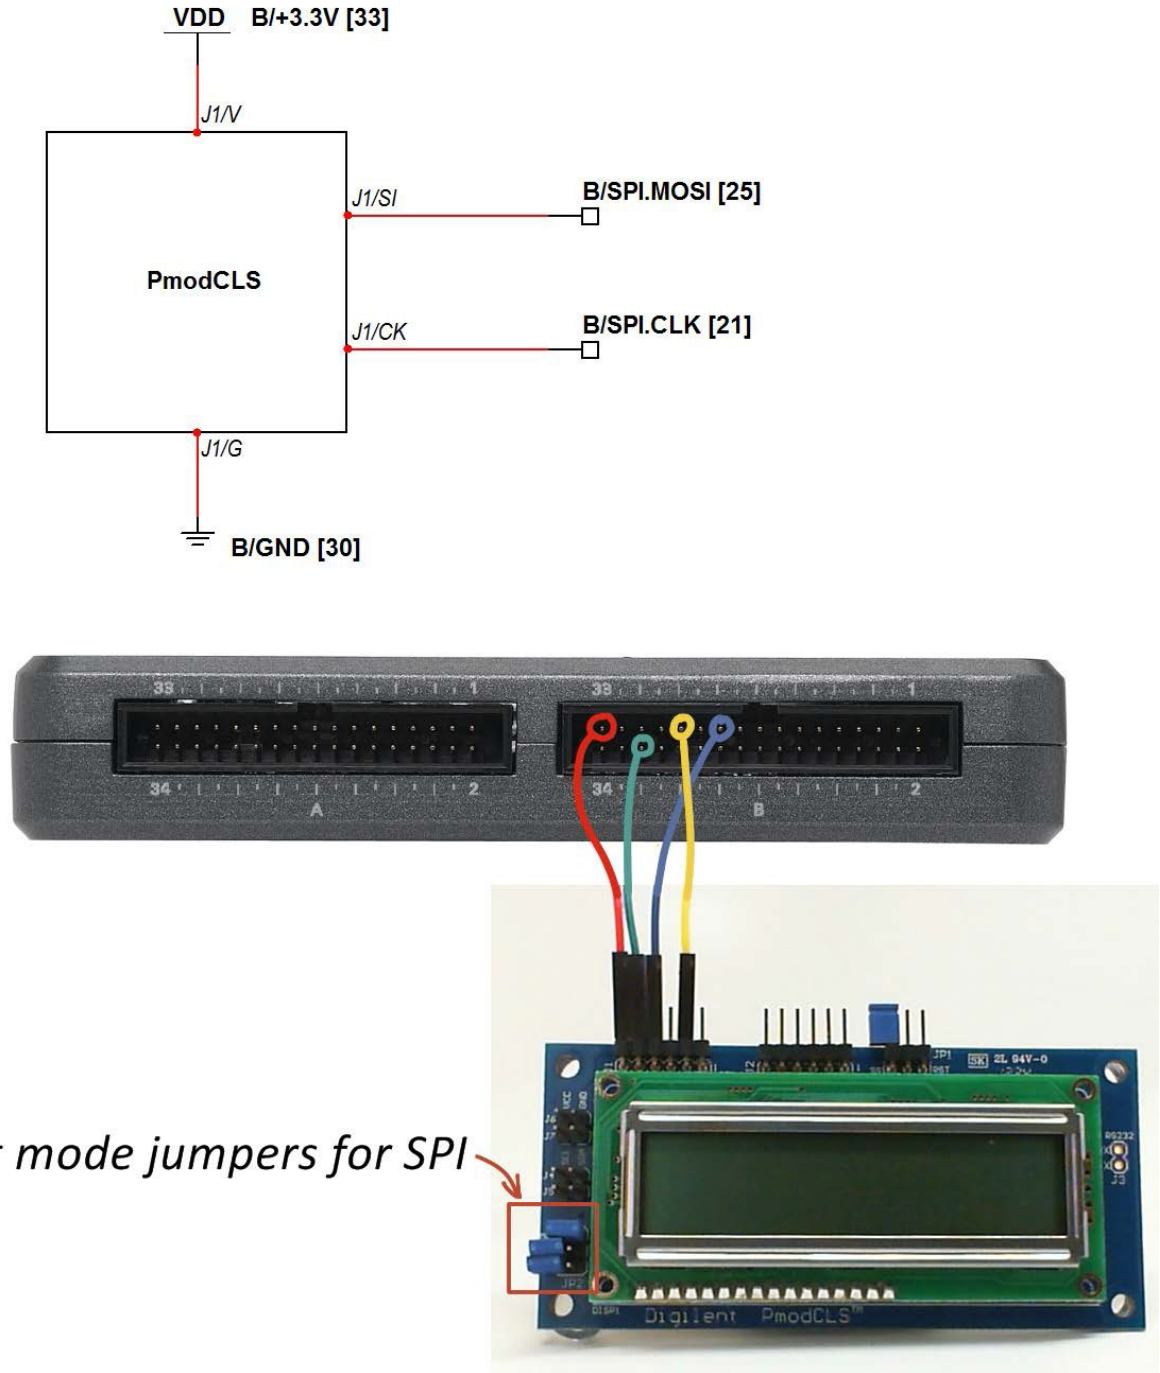

图 27.2: 连接到 NI myRIO MXP 连接器 B 的液晶字符显示屏的接线演示。请记得如图所示为 SPI 串行通信设置模式跳线。
建立接口电路: 请参阅下一页的图 27.2 显示的电路图；液晶字符显示屏需要四条与 NI myRIO MXP 连接器 B（见第 233 页图 A.1）的连接：
- 模式跳线的设置正确无误: 再次参阅对开页图 27.2 中的画圈部分, 以了解正确的设置。